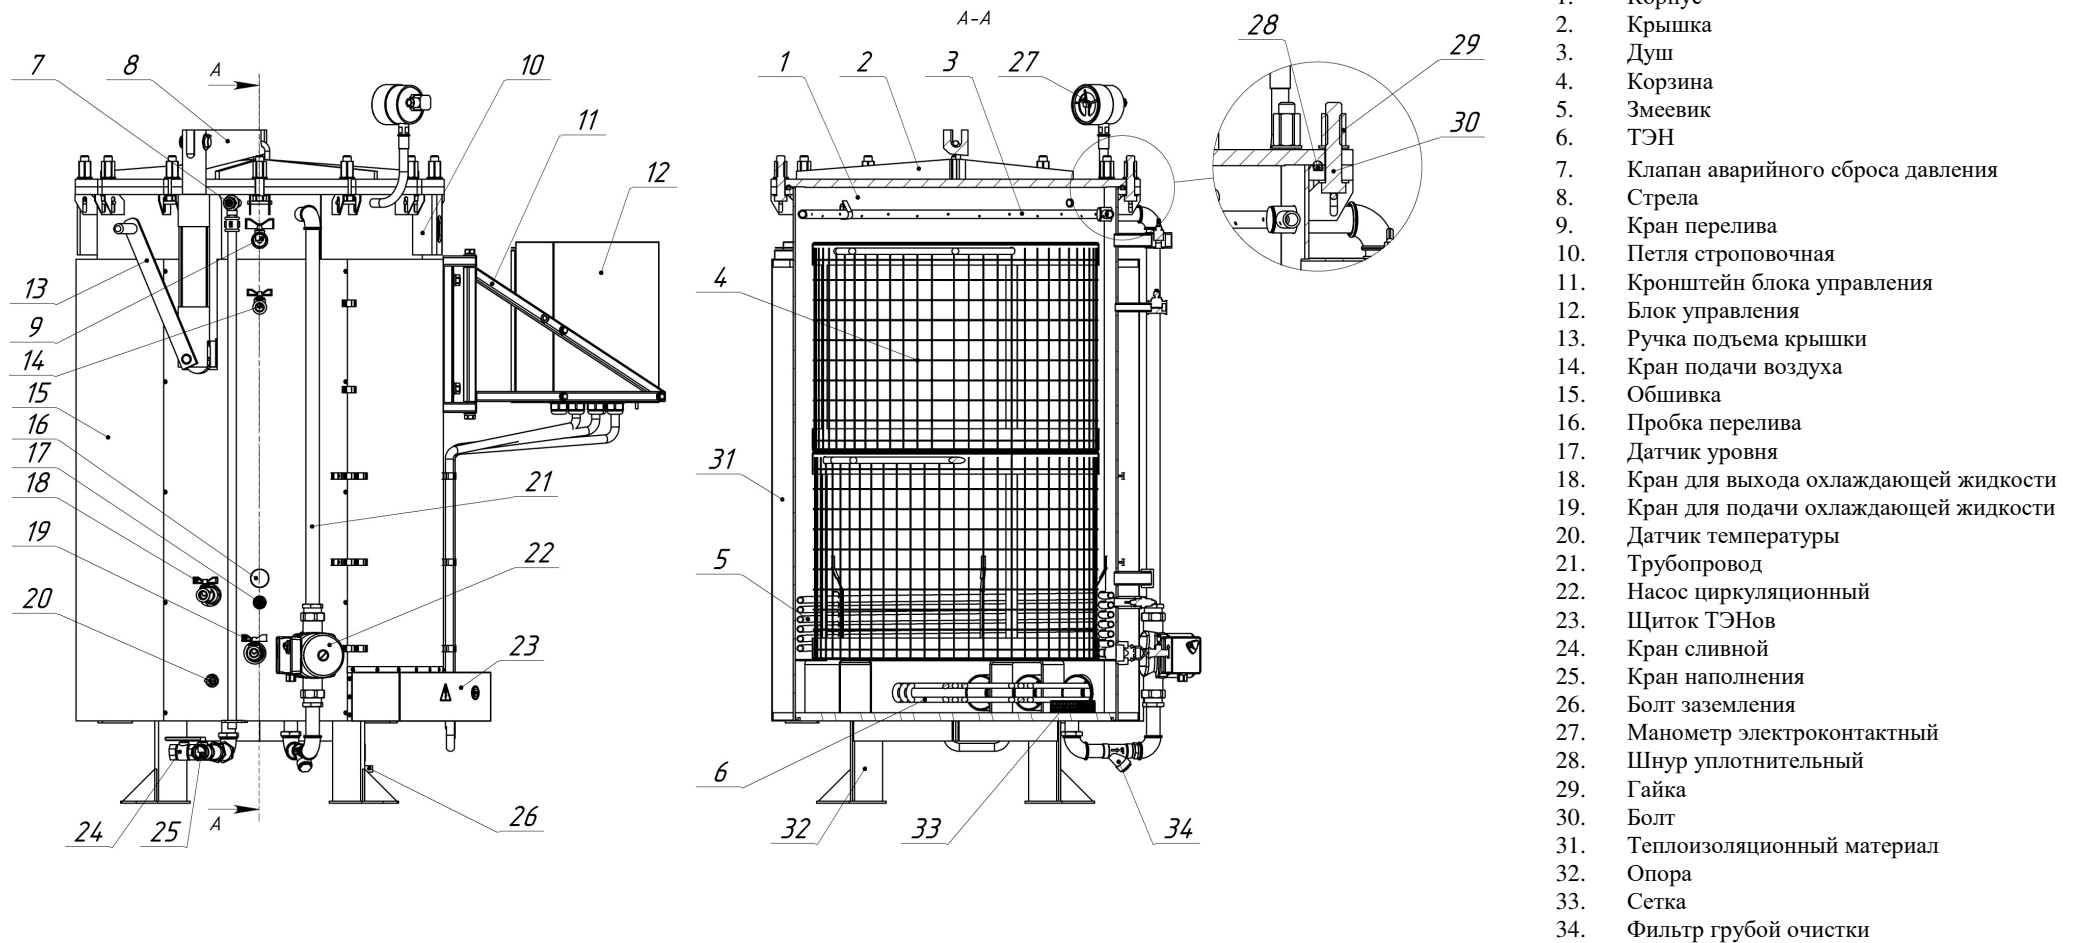

Рисунок 1. Автоклав ИПКС-128-500.
7.5 Подвести крышку 2 (рисунок 1) к фланцу корпуса автоклава и опустить крышку на фланец корпуса. При опускании крышки совместить пазы крышки и фланца корпуса. Накинуть болты 30 на крышку и затянуть гайки 29 (порядок затяжки перекрестный) таким образом, чтобы крышка плотно прилегала к фланцу корпуса 1. Усилие затягивания гаек не должно превышать 230 Нм.